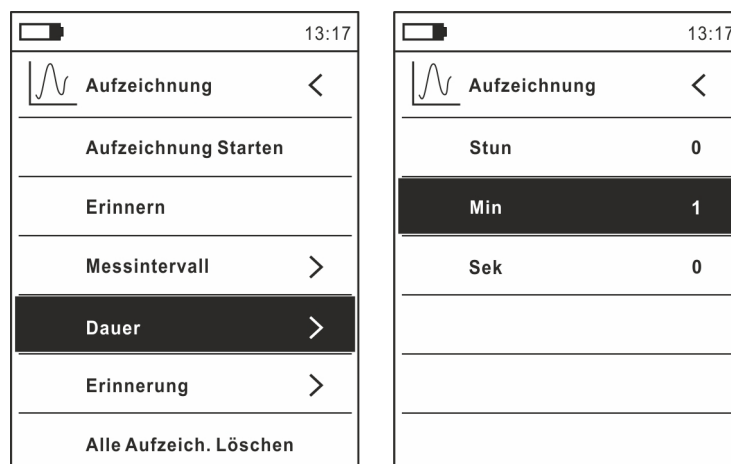

Abb. 36: Data Logger Funktion – Einstellung der Dauer der Aufzeichnung
8. Wählen Sie den Eintrag "Dauer" (siehe Abb. 36 – linker Teil) und drücken Sie die Taste . Die Bildschirmseite in Abb. 36 – rechte Seite erscheint im Display.